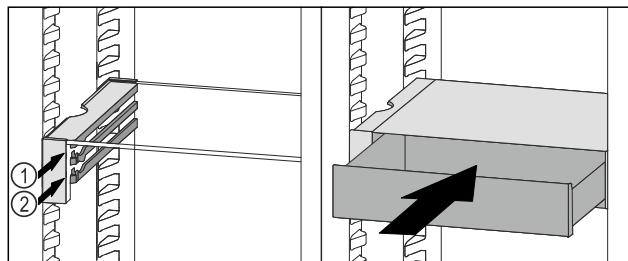

Fig. 89
- VarioSafe-Schubfach hinter den Stopfern auf gewünschter Rippe Fig. 89 (1) oder Fig. 89 (2) aufsetzen.